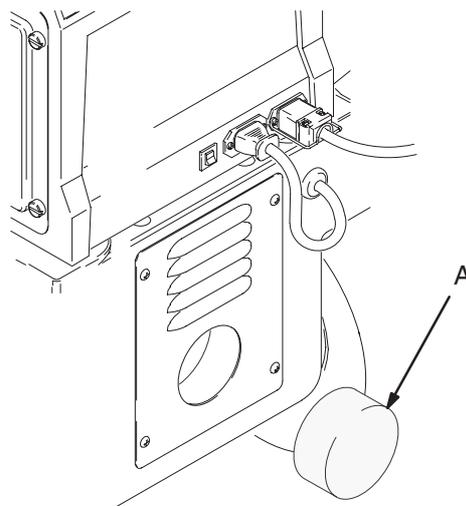

Fig. 8
2. Coja el filtro entre los dedos (A) y retírelo. Vea Fig. 8.